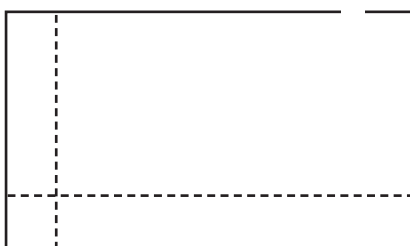

Fig. 2
2. Mueva las líneas de tiza hacia una esquina o al extremo del área más lejano de la entrada. Estas líneas deben estar a dos o tres pies de la pared, dependiendo de su alcance. (Fig. 2)